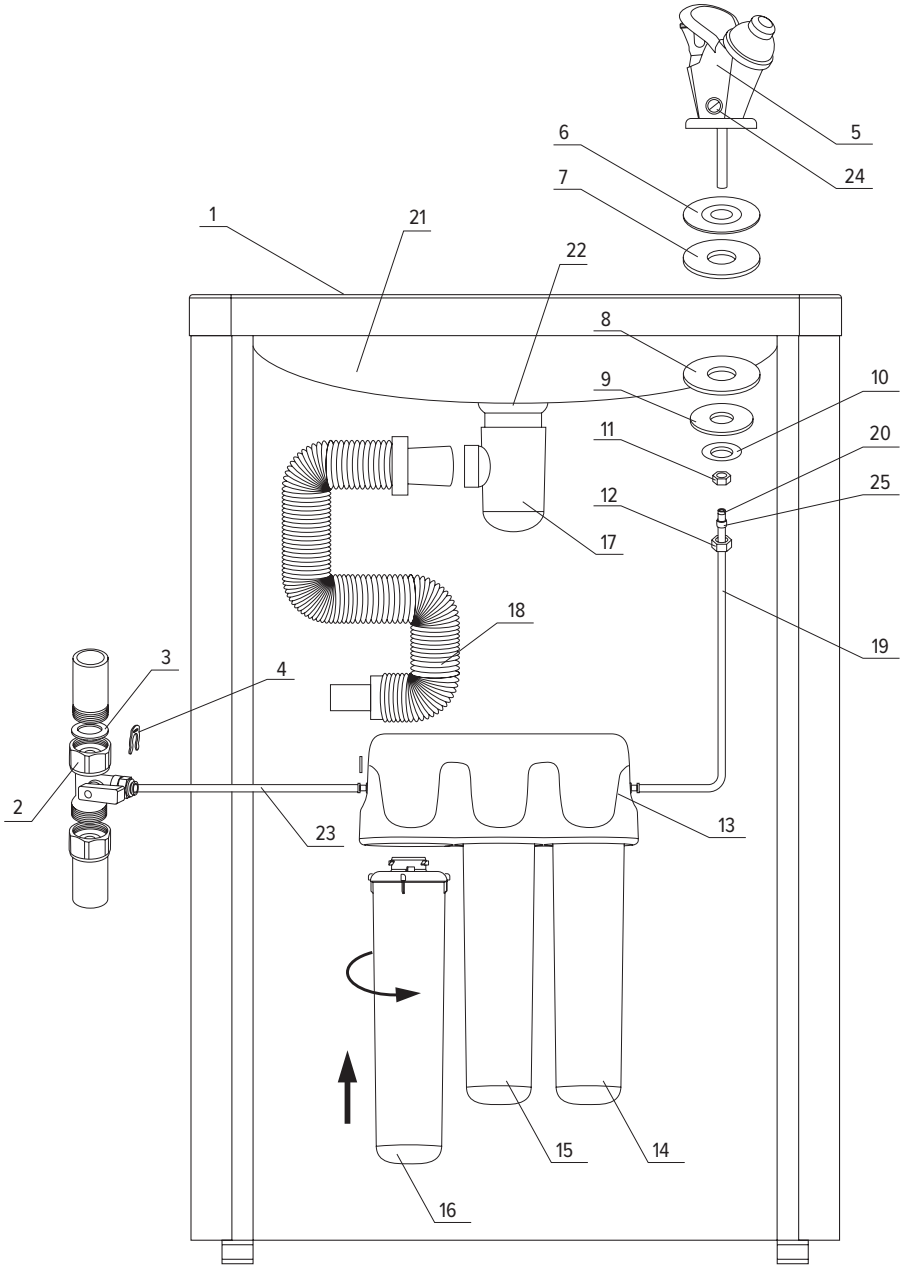

Fig. 1
Lo schema di installazione dell'Erogatore è riportato in Fig. 1.
- Individuare una posizione adeguata per installare il gruppo di collegamento (2) alla rete idrica (vedere Fig. 1, Schema di installazione). Assicurarsi che i tubi di collegamento siano liberi da pieghe. I tratti liberi dei tubi devono essere fissati in modo da non poter essere danneggiati o estratti dai raccordi da corpi estranei.